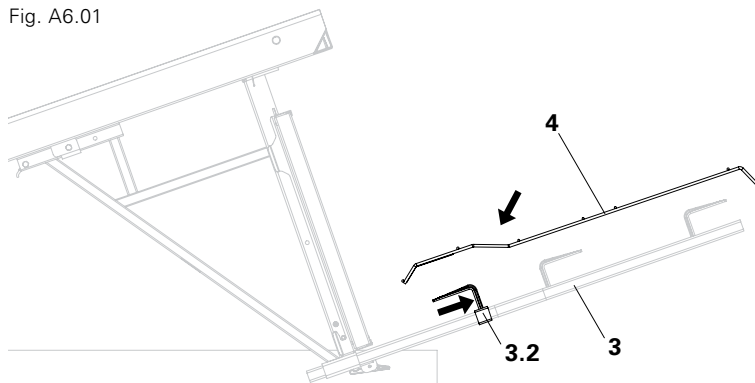

Fig. A6.02
4. Pousser la fixation de plinthe bois (3.2) des montants de garde-corps MXK (3) vers le haut. (Fig. A6.02)